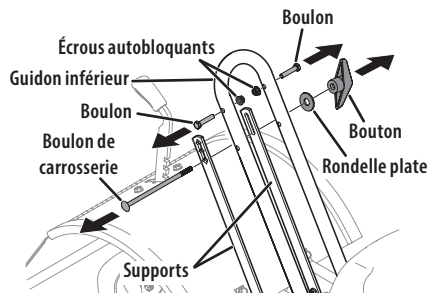

Figure 1
1. Retirez les 2 boulons (5/16-18 x 1,50), les 2 écrous autobloquants (5/16-18), le boulon de carrosserie (5/16-18 x 6,75), la rondelle plate (0,349 x 0,879 x 0,063) et le bouton (5/16-18) se trouvant sur le guidon inférieur et les supports. Voir la Figure 1.